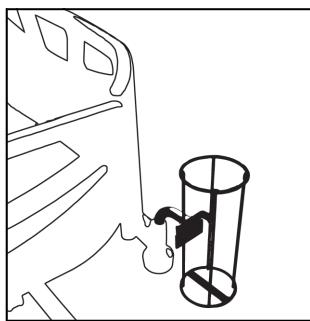
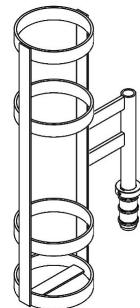

Figura 27 – Installazione del portabombola di ossigeno (MM006)
Figura 28 – Installazione del portabombola di ossigeno (MM061/
1. Inserire il portabombola di ossigeno in uno dei due manicotti per accessori posti vicino al lato testa (Figura 27, Figura 28).